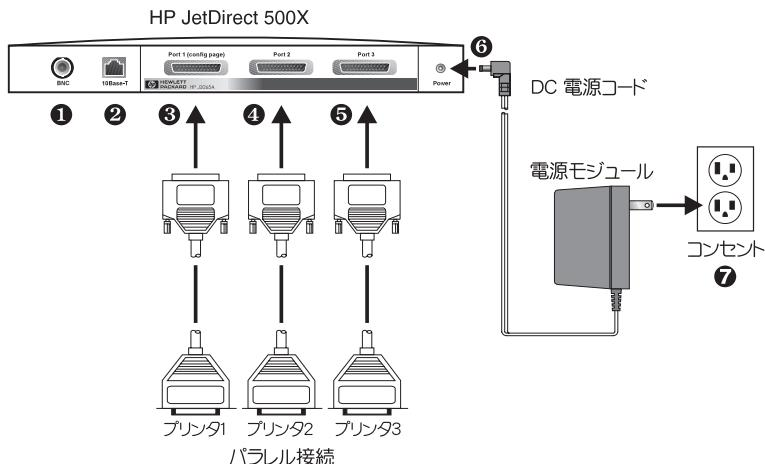

図 2-2 米国の電源モジュールを使った HP JetDirect J3265A プリントサーバのハードウェア接続
以下の手順にある丸で囲まれた番号は、図 2.2 の番号を指します。HP JetDirect 300X、170X、および EX Plus にはプリンタポート ③ が 1 つあります。HP JetDirect 500X Token Ring および 300X 用には BNC ① ポートはありません。HP JetDirect 500X および 300X では、RJ-45 コネクタ ② は、10- または 100 Mbit/秒のいずれかに使用されます。JetDirect 170X および EX Plus3 用には BNC ポート ① はありません。
5. プリントサーバをネットワーク ① か ② に接続します。
6. プリントサーバをプリンタ ③、④、および ⑤ に接続します。